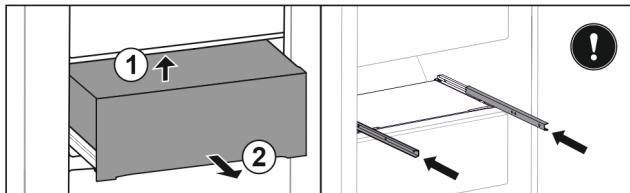

Fig. 52
- Підняти висувний ящик знизу назад. Fig. 52 (1)
- Вийняти висувний ящик рухом вперед. Fig. 52 (2)